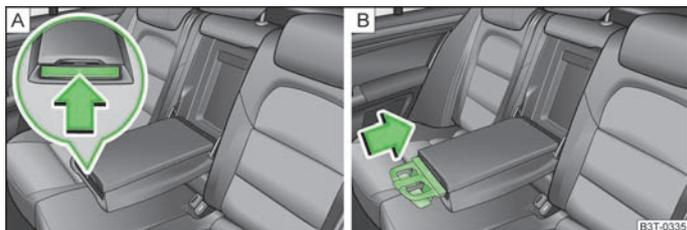

Fig. 84 Apoio de braço traseiro: suporte para bebidas / recolher o suporte para bebidas
- Pressione a parte dianteira do apoio de braço no sentido da seta » Fig. 84 - **A**, o suporte para bebidas é extraído.
- Para voltar a recolher o suporte para bebidas, pressione a parte central do suporte para bebidas » Fig. 84 - **B** e desloque-o para dentro do apoio de braço.